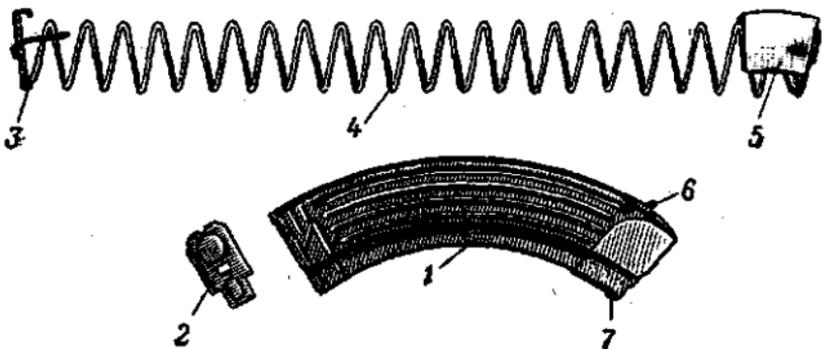

Рис. 37. Магазин:
**22. Магазин** (рис. 37) служит для помещения патронов и подачи их в ствольную коробку. Он состоит из корпуса, крышки, стопорной планки, пружины и подавателя.